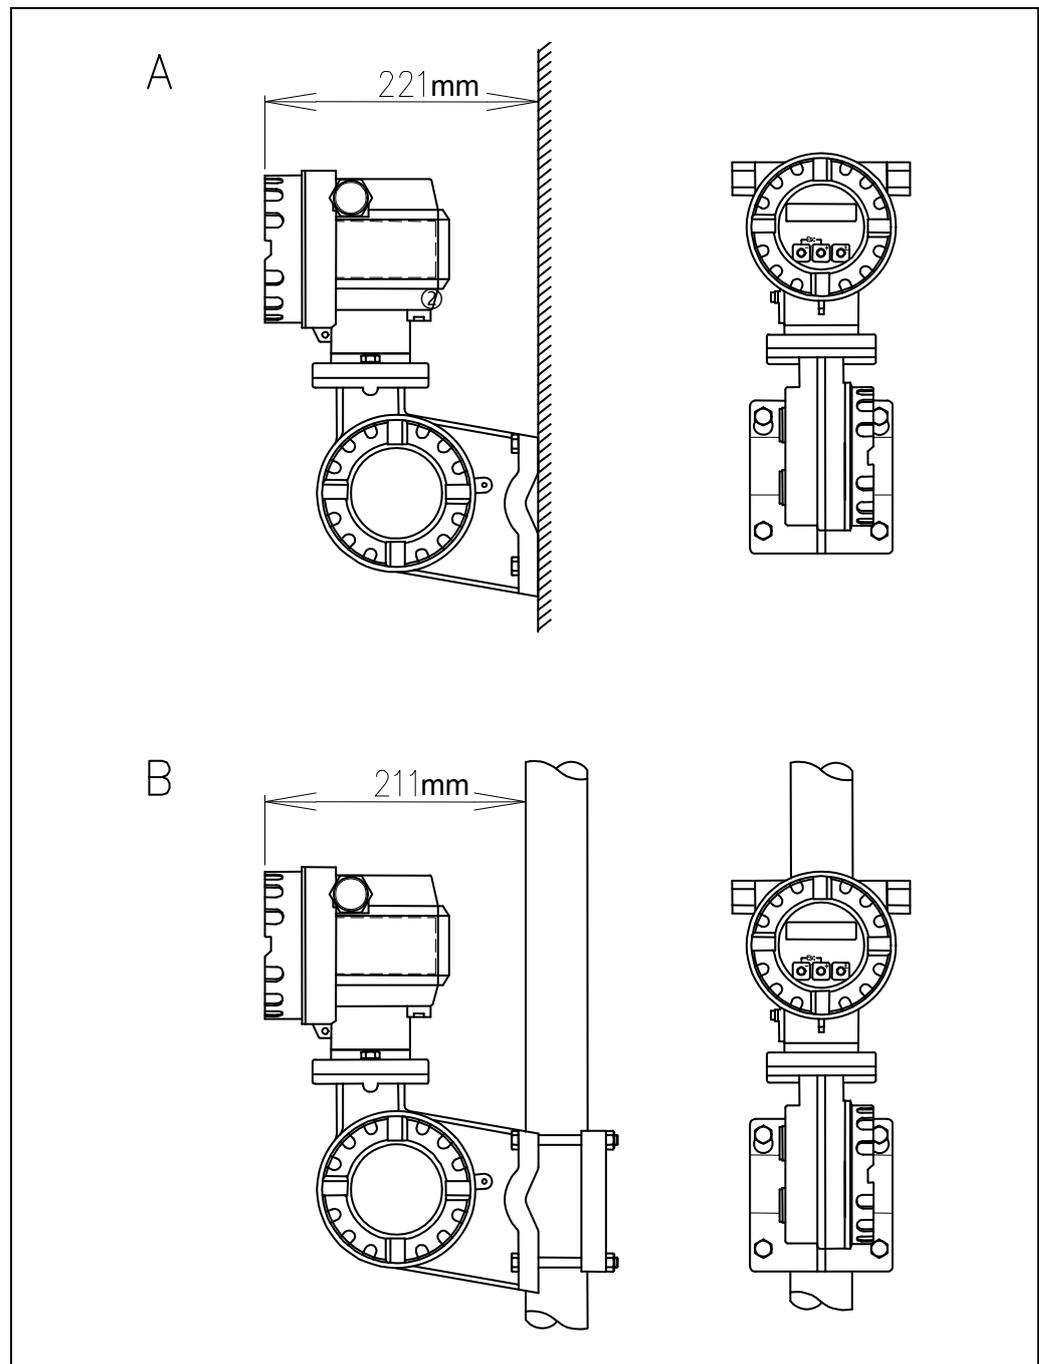

Abb. 11
- Rohrmontage (mit separatem Montagesatz, Zubehör siehe Abb. 11.B)